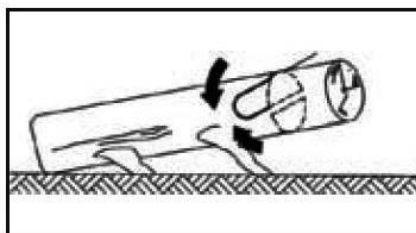

Fig. 4B
- **Tronco appoggiato da un'estremità:** in primo luogo, tagliare partendo dal basso per 1/3 del diametro del tronco per evitare scheggiature. In secondo luogo, tagliare dall'alto fino ad incontrare il primo taglio ed evitare il pizzicamento (Fig. 4B).